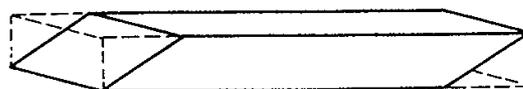
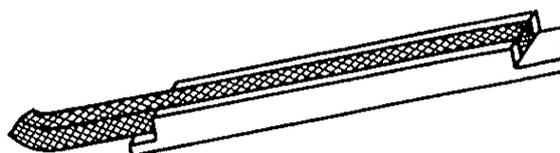

Fig. 13 – Corte oblíquo da gaxeta
Fig. 14 – Dispositivo para cortar anéis de gaxeta
- Cortar novos anéis de gaxeta de preferência com extremidades oblíquas (vide fig. 13). Para facilidade deste corte pode ser usado um dispositivo de fácil confecção (Vide fig. 14).